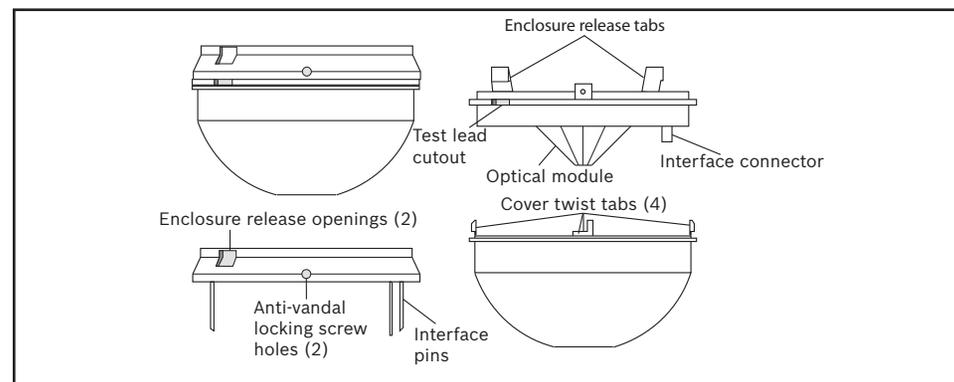

Рис. 2.2. Открытие крышки
1. Отсоедините основание от корпуса, нажав два фиксатора корпуса внутрь, поднимая при этом корпус. См. рис. 2.2.